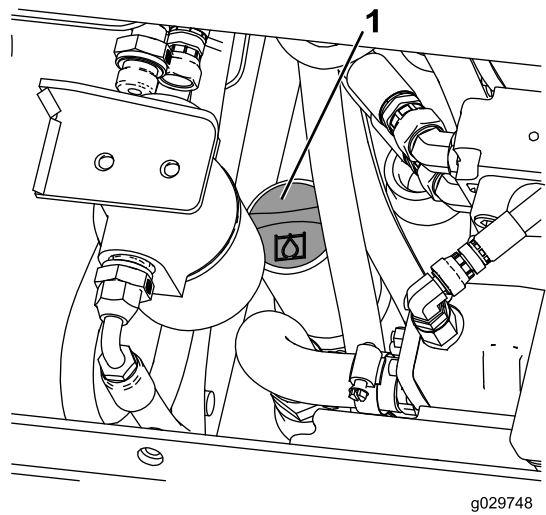

Figura 69
7. Limpie la zona alrededor del cuello de llenado del depósito de aceite hidráulico (Figura 69).